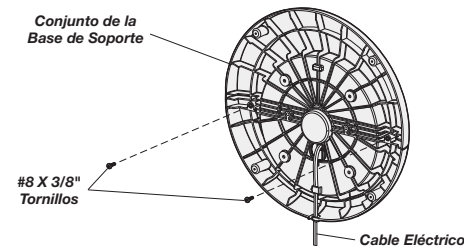

Figura 2
3. Asegure (2) #8 X 3/8" Tornillos en los dos orificios externos en la parte inferior de la Base. (Figura 2)